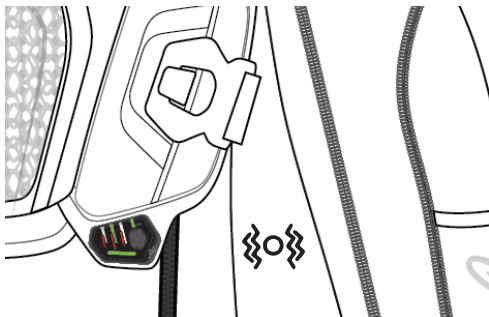

Figura 9: Fase de comprobación de los LED
1) Comprobación de LEDs: durante esta fase el Sistema comprobará si todos los LEDs disponibles funcionan correctamente. El Usuario verá que todos los LEDs disponibles (4c, 4d, 4e) se encenderán en VERDE SÓLIDO durante aproximadamente un segundo y luego se apagarán (Figura 9);